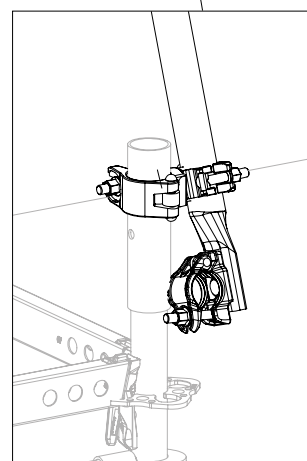

Abb. B3.02c
2. Unten mit Red.-Drehkupplung RS 60/48 (**37**) am Basisstiel UVB 25 montieren. (Abb. B3.02c)